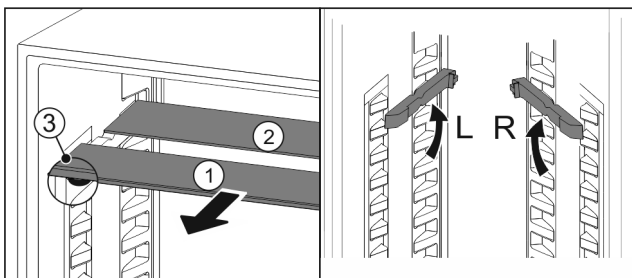

Fig. 90
- ▶ Extrageți Fig. 90 (1) pe rând plăcile de sticlă spre înainte.
- ▷ Placa de sticlă Fig. 90 (1) cu șipca decorativă se află în față.
- ▷ Opritoarele Fig. 90 (3) indică în jos.